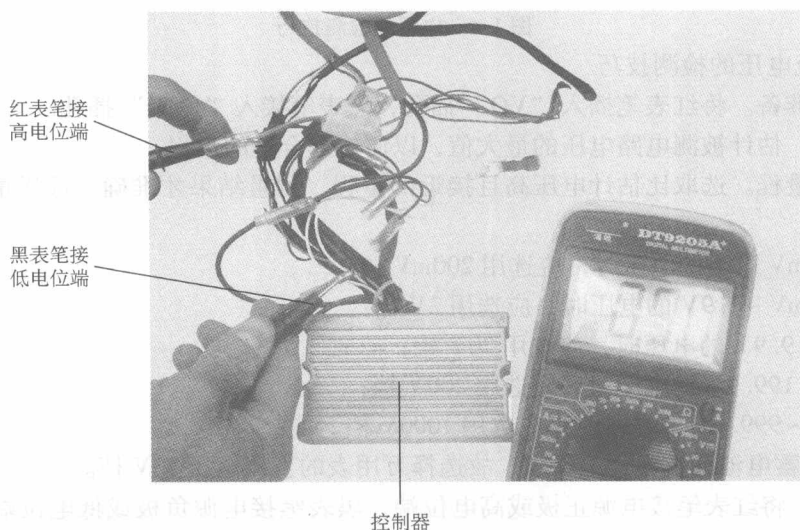

图 1-6 直流电流的检测技巧
④ 测量。将被测电路断开,红表笔接在高电位端,黑表笔接在低电位端(即将万用表串联在电路中),万用表显示屏显示的数值,即是被测电路中的电流值,检测技巧如图 1-6 所示,如档位在 200mA 位置,读数为 128.4,则实际读数为 128.4mA。